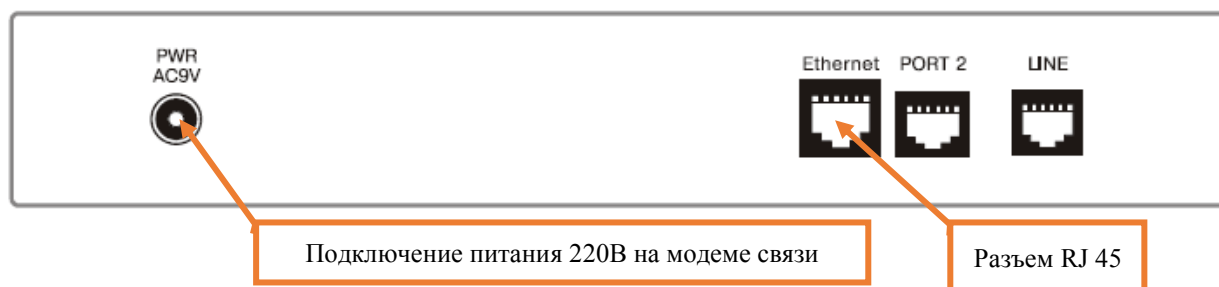

Рисунок 2. Отключение питания модема связи.
7.1.1.2 Отключить питание путем изъятия вилки шнура для подключения адаптера в блока розеток 220В и заменяемого модема связи (Рисунок 2), при этом гаснут следующие индикаторы: STATE, DSL1, DSL2, FDX/COL, 100 (Рисунок 1).
7.1.1.3 Изъять сетевой шнур с разъемом RJ 45 из порта «Ethernet» (Рисунок 2).
7.1.1.5 Подключить сетевой шнур с разъемом RJ 45 в порта «Ethernet» (Рисунок 2).